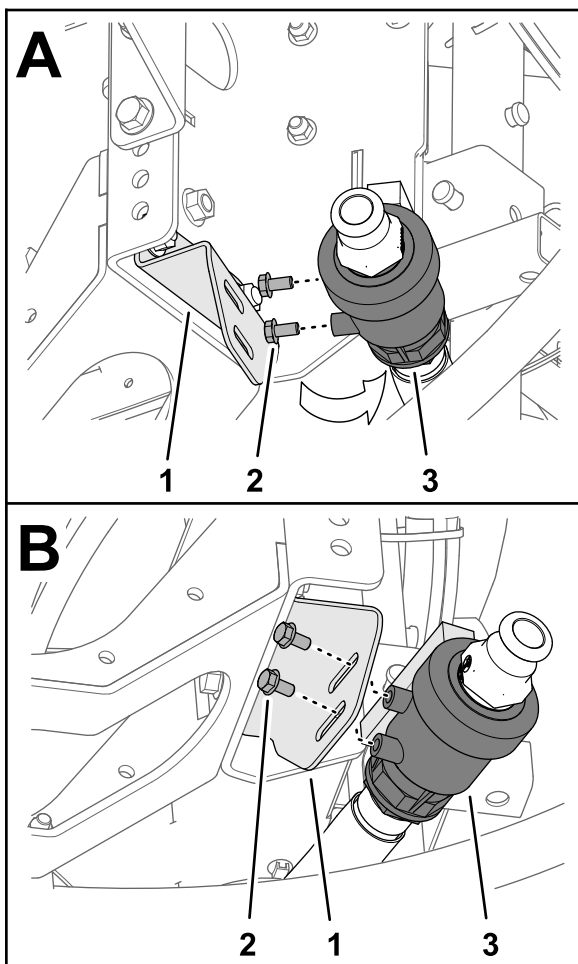

Рисунок 14
- 2. Переместите сливной клапан со шлангом от швеллера рамы наружу (Рисунок 14А).
3. Выверните два болта с фланцевыми головками (5/16 x 5/8 дюйма) из корпуса сливного клапана (Рисунок 14).
4. Установите сливной клапан на кронштейн сливного клапана (Рисунок 14В) при помощи 2 болтов с фланцевыми головками (5/16 x 5/8 дюйма), снятых при выполнении пункта 3.
5. Затяните 2 болта с фланцевыми головками от руки (Рисунок 14В).